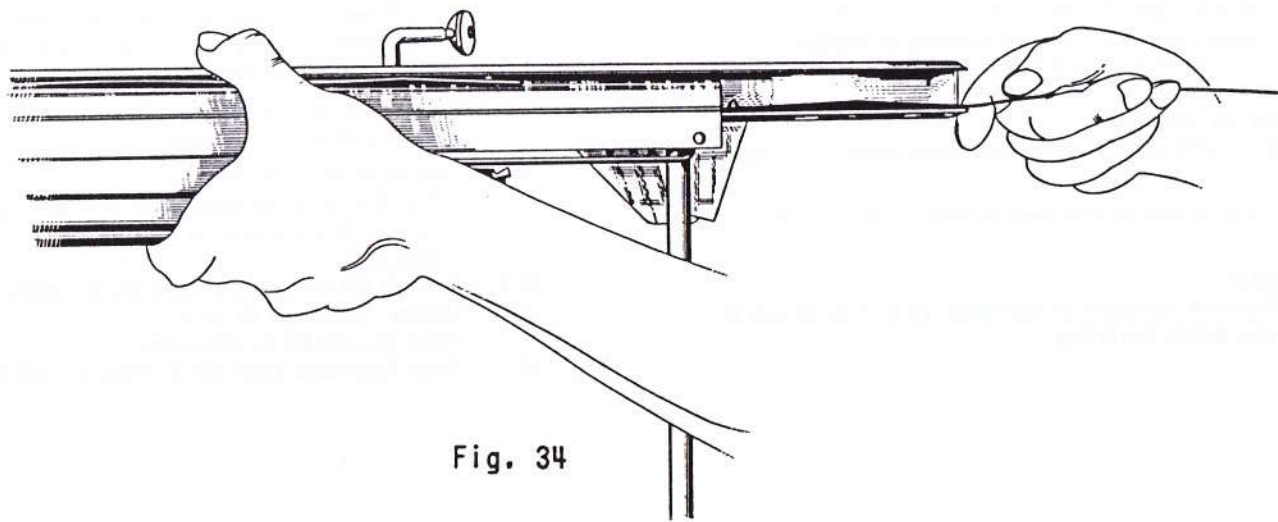

Fig. 34
- 9) **Pose de la glissière extérieure - (Fig. 34) :**